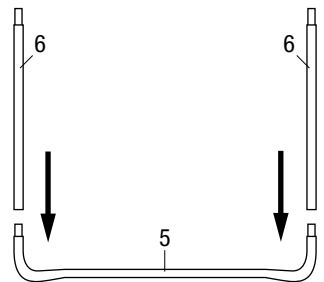

fig. 2.1
Collegare tutte le gambe fisse (6) ai piedi (5). Fate attenzione che l'adesivo di sicurezza, applicato su una delle gambe fisse, sia rivolto verso l'esterno. (Fig. 2.1)